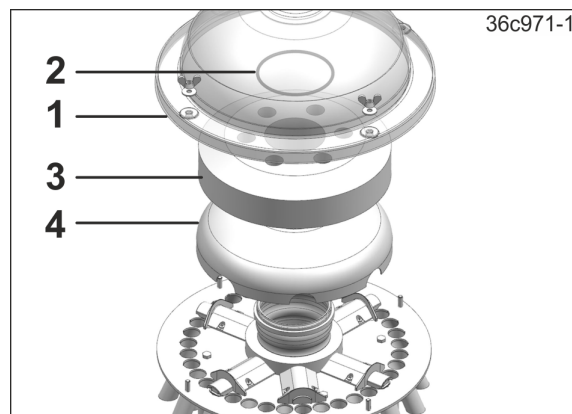

Fig. 250
4. Verteileraußenhaube (Fig. 250/1) demonstrieren.
5. O-Ring (Fig. 250/2), Verteilerinnenhaube (Fig. 250/3) und Schaumstoffeinsatz (Fig. 250/4) demonstrieren.
11. Verteileraußenhaube (Fig. 250/1), wie oben beschrieben, montieren.